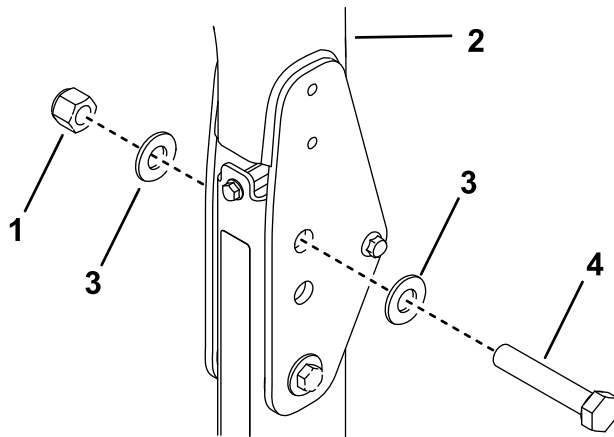

Figura 37
- Coloque una arandela (13/16" x 1½") en cada perno (¾" x 4"), según se muestra en Figura 37.
- En los taladros de donde se retiraron los pasadores, instale los pernos y las arandelas (Figura 37).
- Coloque otra arandela sobre cada perno y sujételas con una tuerca (¾"), según se muestra en Figura 37.